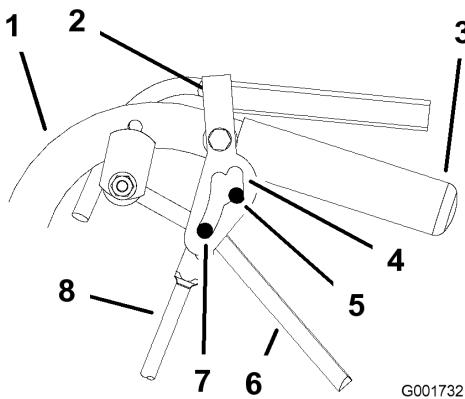

Figure 41
5. Déverrouillez et verrouillez le point mort en vérifiant que la roue ne tourne pas (Figure 41). Continuez cette procédure jusqu'à ce que la roue arrête de tourner.